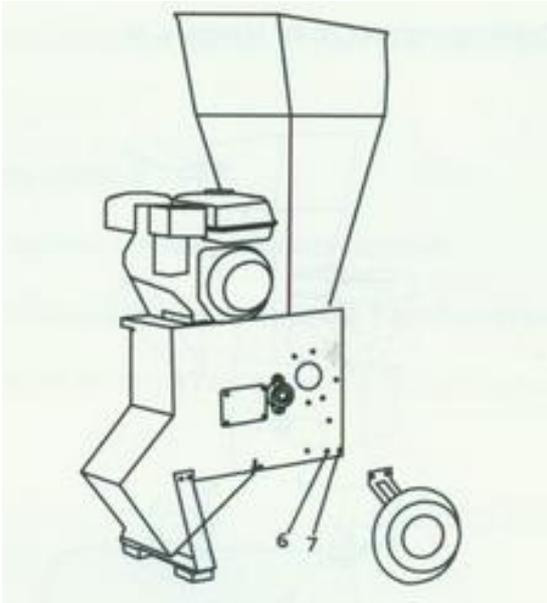

Bild 3
3. Nun montieren Sie die Achsträger, Achse und Reifen an. Siehe Bild 3